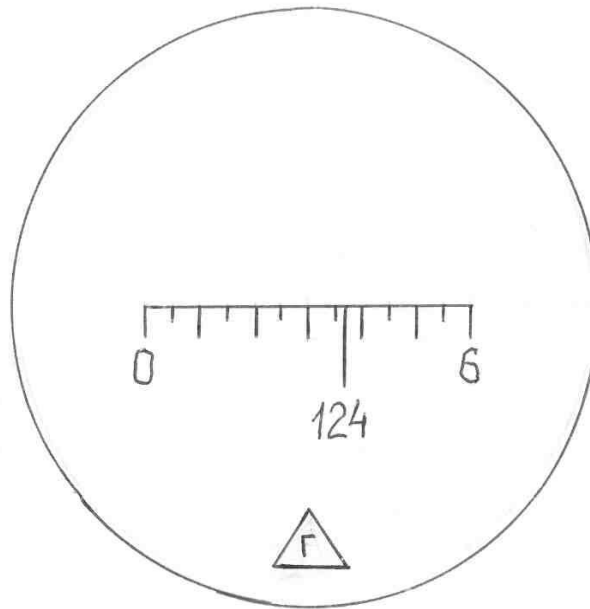

Рис.3
Изображение штрихов и цифр обоих кругов передаются в поле зрения отсчетного микроскопа, окуляр (4) которого устанавливается по глазу до появления четкого изображения шкал вращением диоптрийного кольца микроскопа. Отсчет по кругам производится по соответствующим шкалам микроскопа (В – вертикальная, Г – горизонтальная). Пример отсчета по шкале горизонтального круга (лимба) приводится на рис.3. Отсчет берется
следующим образом. Количество градусов соответствует надписи штриха лимба, который проектируется на шкалу. А количество минут определяется как дуга от нулевого деления шкалы до градусного штриха лимба. При этом нужно помнить, что цена деления шкалы равна 5 минутам. На рис. 3 отсчет равен $124^{\circ}37'$.